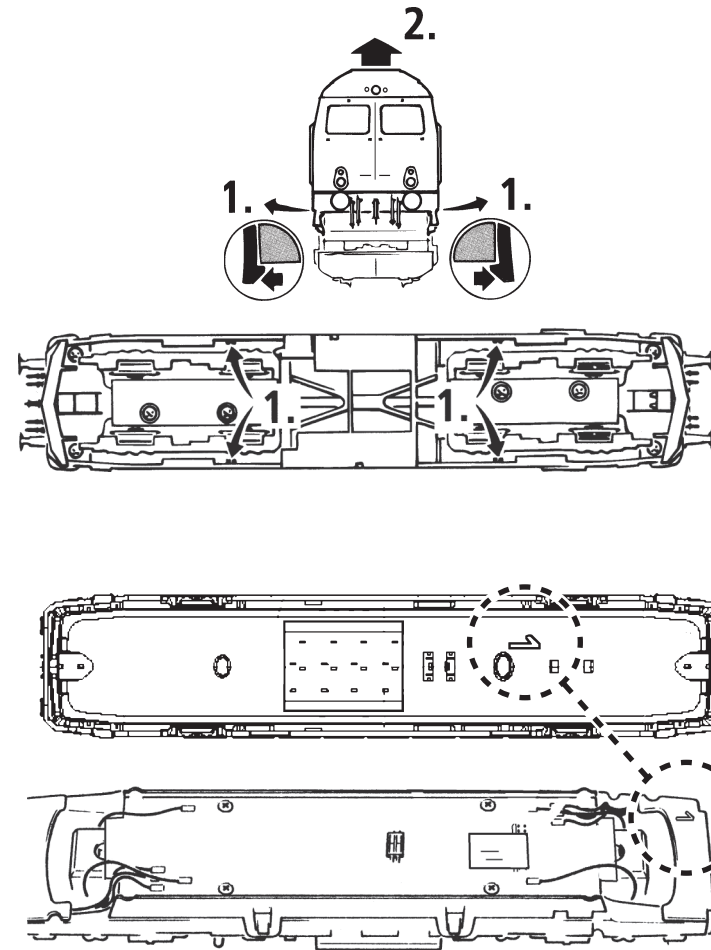

Fig. 4
3. Haftreifenwechsel: Zuerst den Getriebedeckel abnehmen (Fig. 4). Danach den **Radsatz** herausnehmen und die **Haftreifen** mit einer Nadel od. mit einem feinen Schraubendreher abziehen (Fig. 8). Beim Aufziehen der neuen Haftreifen darauf achten, dass diese sich nicht verdrehen.
3. Change of traction tyre: Remove the gear cover (fig. 4). Take out **wheel set** and remove **traction tyre** using a pin or a fine screwdriver (fig. 8). When pressing on the new traction tyre please **avoid twisting it**.
3. Échange des bandages d'adhérence: Démontez d'abord **le couvercle du carter des engrenages** des engrenages (fig. 4). Délogez ensuite les essieux bandagés et enlevez, à l'aide d'une aiguille ou d'un tourne-vis fin, les bandages d'adhérence (fig. 8). Lors du montage des nouveaux bandages veuillez veiller à ce que les bandages **ne soient pas tordus**.
1. siehe } Fig.4